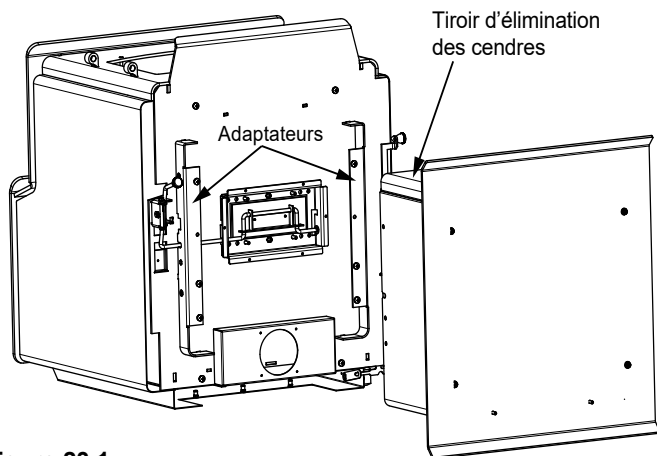

Figure 23.1
2. Glissez le piédestal par-dessus l'adaptateur à la base de l'appareil et fixez avec les boulons de l'écran thermique (**Figure 23.1 à la page 23**).